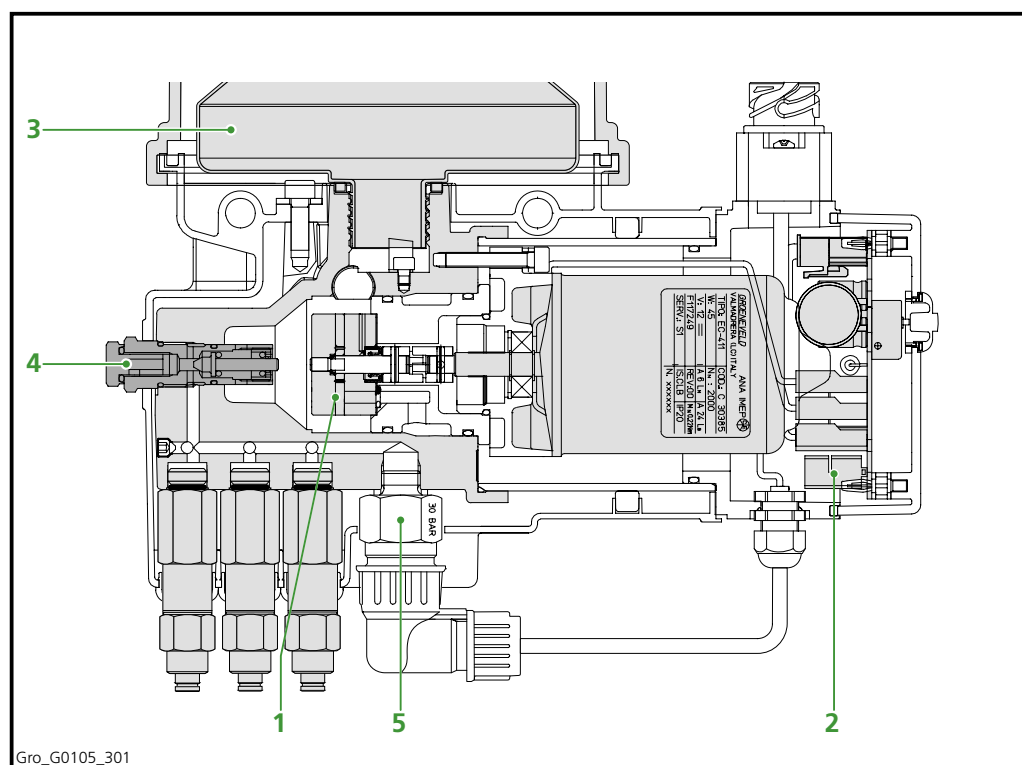

Fig 3.2 La pompa rotativa a ingranaggi
La pompa rotativa a ingranaggi (1) viene attivata mediante il timer elettronico (2) (Fig 3.2). Il lubrificante viene in questo modo pompato dal serbatoio (3) alle unità di dosaggio. La pompa rimane in funzionamento per tutto il tempo di durata del ciclo. La durata del ciclo (altresì detta "durata di impulso") è di 2 minuti. Durante l'esecuzione del ciclo, la pompa aumenta progressivamente la pressione del lubrificante. A una pressione di 55 bar la valvola di regolazione pressione (4) si apre: in tal modo il lubrificante rifluisce nel serbatoio. La pressione massima del lubrificante è quindi limitata a 55 bar.